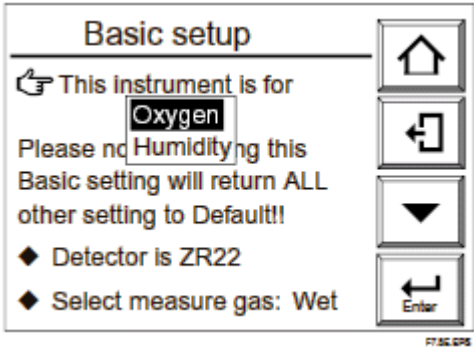

图 7.8 设备设置
- (6) 如果变送器类型改变，按[ENTER]键。接着会出现如图 7.8 所示的显示。
- (7) 使用▼选择装备类型。然后按[ENTER]键完成变送器的选择。
- (8) 如果在设置操作数据后改变变送器类型，这些数据就要被初始化并保留默认值。复位操作数据以满足新型设备的需要。
燃烧气体中含有由燃料中氢燃烧产生的湿气。如果湿气被去掉，氧气浓度值可能比以前的高。你可以选择是在湿气中直接测量氧气浓度，还是在使用前补偿干燥气体值。在图 7.8 中选择 “Select measure gas: wet” 来选择是湿气还是干燥气体。